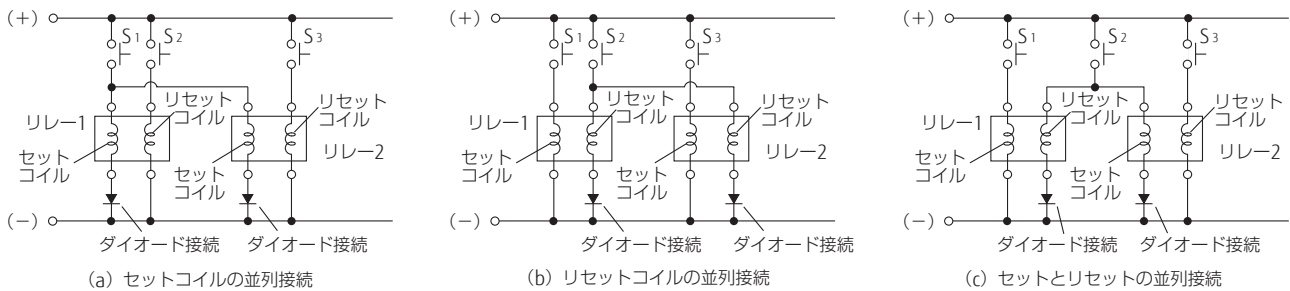

図5.8 ラッチングリレーの並列接続
(1) 永久磁石を内蔵したラッチングリレーの回路接続における注意事項は次のとおりです。
- ラッチングリレーのセットコイル、又はリセットコイルを複数個接続する場合は、ひとつのリレーコイルで発生する逆起電圧により隣接するリレーのコイルが誤動作することがありますので、図5.8のようにそれぞれのコイルへ直列にダイオードを挿入してください。他のリレーコイル、モーター、トランスなどの誘導負荷と並列にセットコイル、あるいはリセットコイルが接続される場合も同様です。
- リレーを多数密着実装する場合の取り付け間隔については、5.6 (2) 磁気干渉の項を参照して実機にて確認してください。